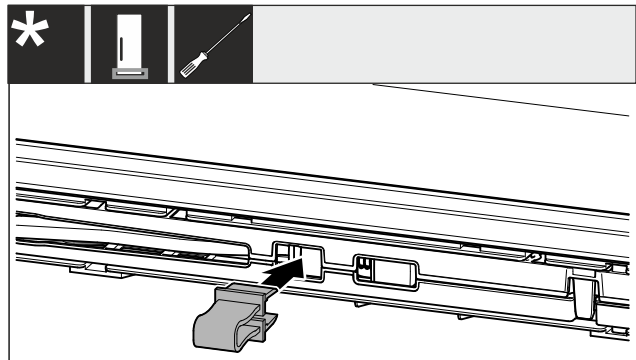

Fig. 4
- ▶ Kapni siguresën në vrimën përkatëse Fig. 4 ()